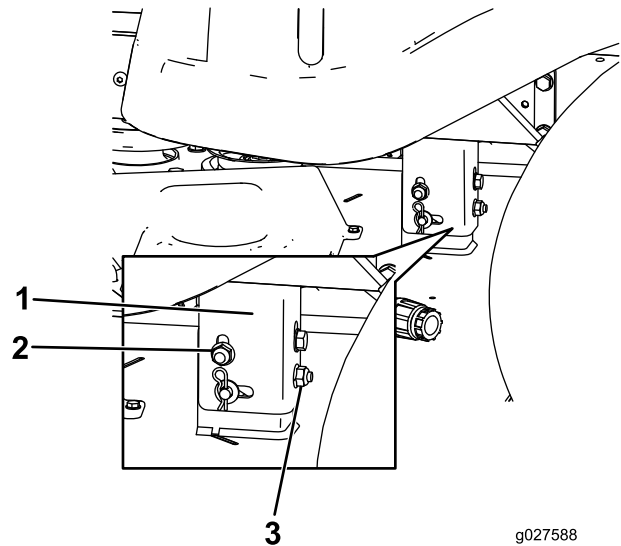

Figure 66
8. Élevez ou abaissez le côté gauche du tablier de coupe en tournant l'écrou arrière (Figure 66).
Remarque: Tournez l'écrou arrière dans le sens horaire pour élever le tablier de coupe ou dans le sens antihoraire pour abaisser le tablier (Figure 66).